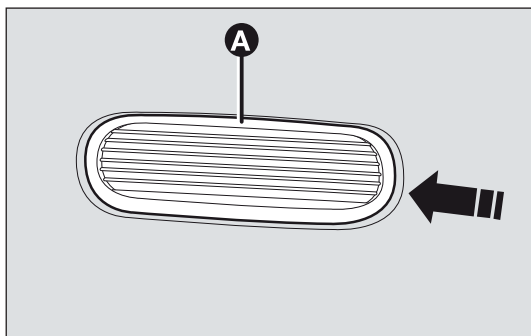

fig. 147
- ☐ empuje la pantalla transparente A-fig. 147 en el sentido de marcha del vehículo y extráigala (está fijada a presión);